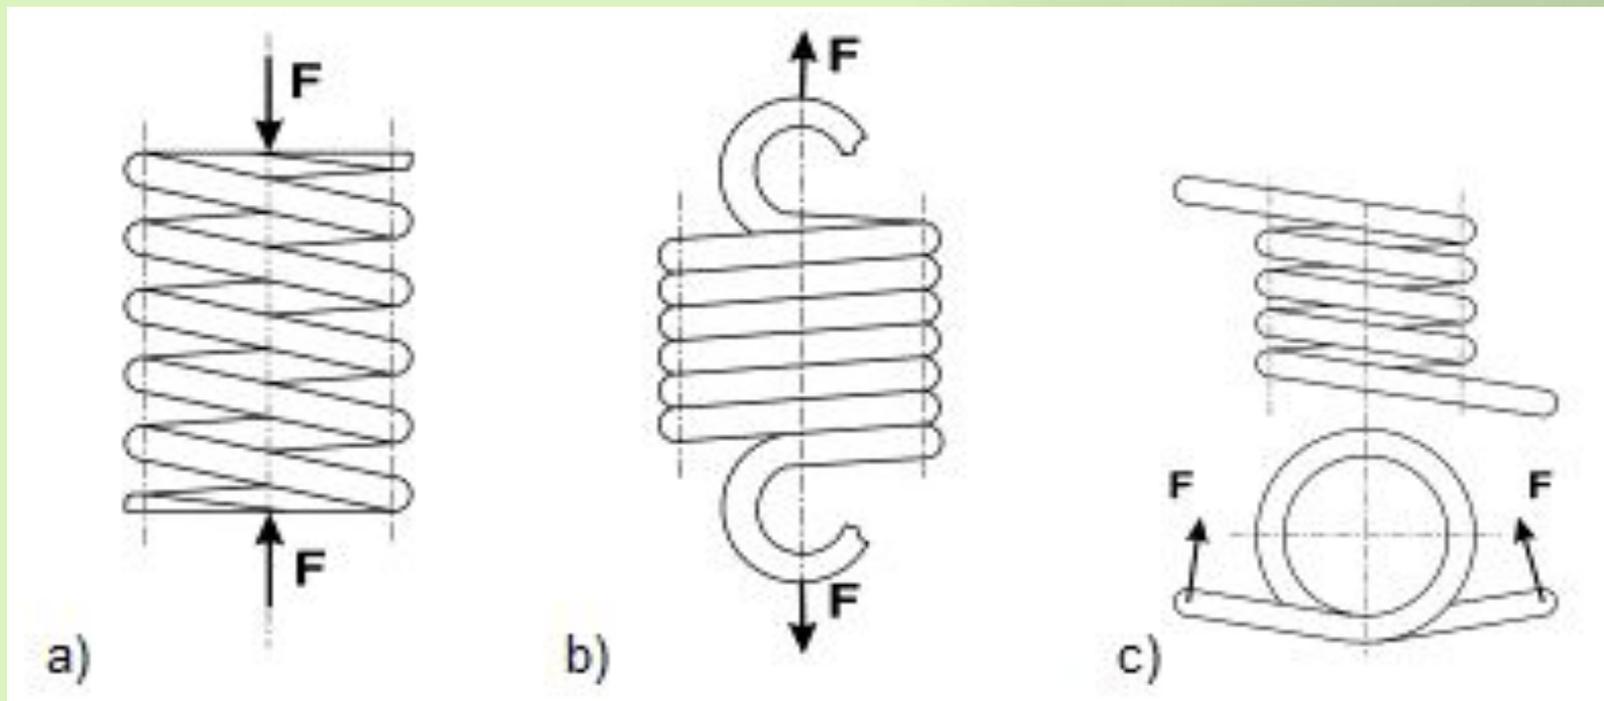

Рисунок 4 – Спиральные пружины
- пружины сжатия (рисунок 4, а);
- пружины растяжения (рисунок 4, б);
- пружины кручения (рисунок 4, в).